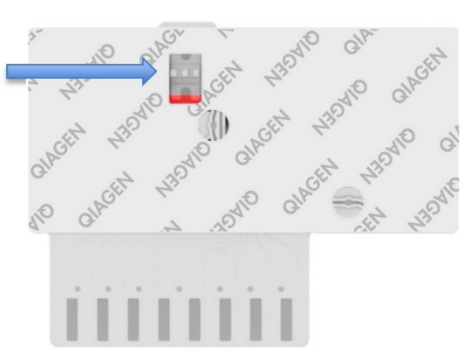

图 43.样本检查窗口（蓝色箭头）。
7. 通过 QIAstat-Dx Respiratory SARS-CoV-2 Panel Cartridge 的样本检查窗口仔细检查是否已载入样本（图 43）。